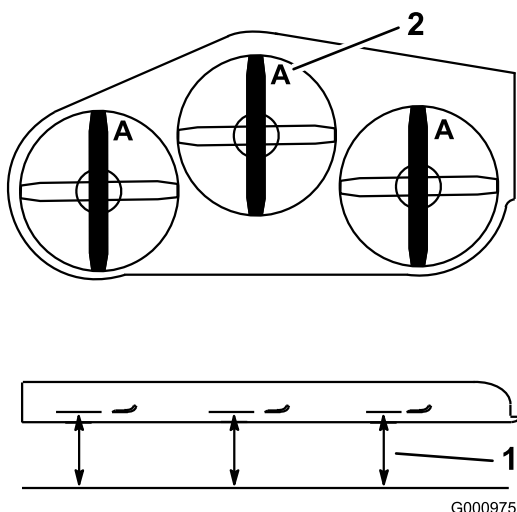

Figura 85
- Rode as lâminas até as suas extremidades se encontrarem viradas para a frente e para trás (Figura 85). Meça desde uma superfície nivelada até à extremidade de corte, posição A, das lâminas (Figura 85). Anote esta medida.